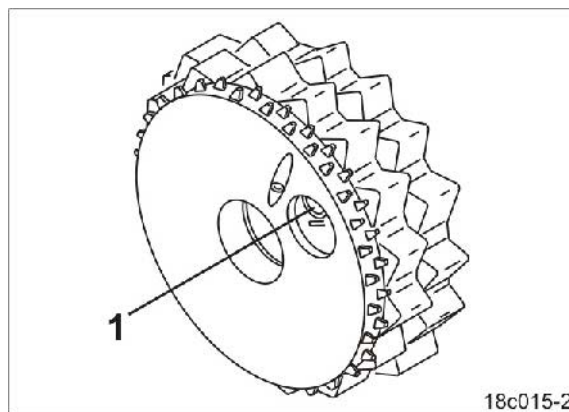

Рис. 106
1. Вращайте рукой нормальную высевającую катушку на высевًاющем валу, пока не станет виден штифт (Рис. 106/1) в отверстии.